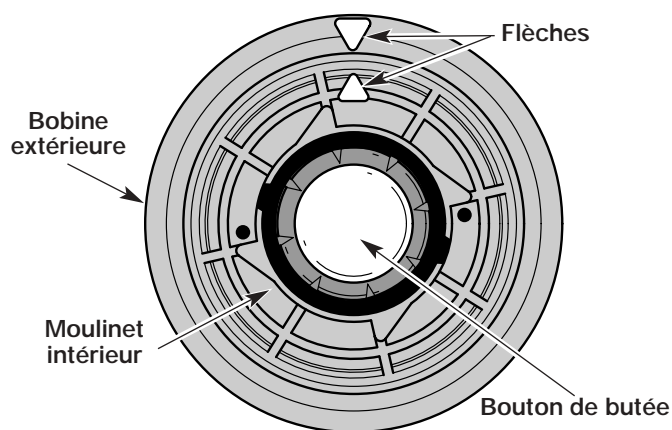

Fig. 46
2. Alignez la flèche du moulinet intérieur avec celle de la bobine extérieure (Fig. 46).